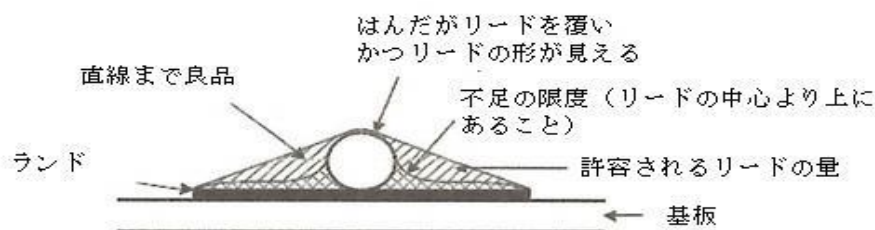

図 14 はんだの量の例
(1) はんだのぬれ性
(2) はんだの量
- ア はんだの量は、部品リード線の折り曲げ部分、線の切り口等をはんだが覆い、かつ肉厚が薄く線の形が分かるものとし、その例を図 14 に示す。